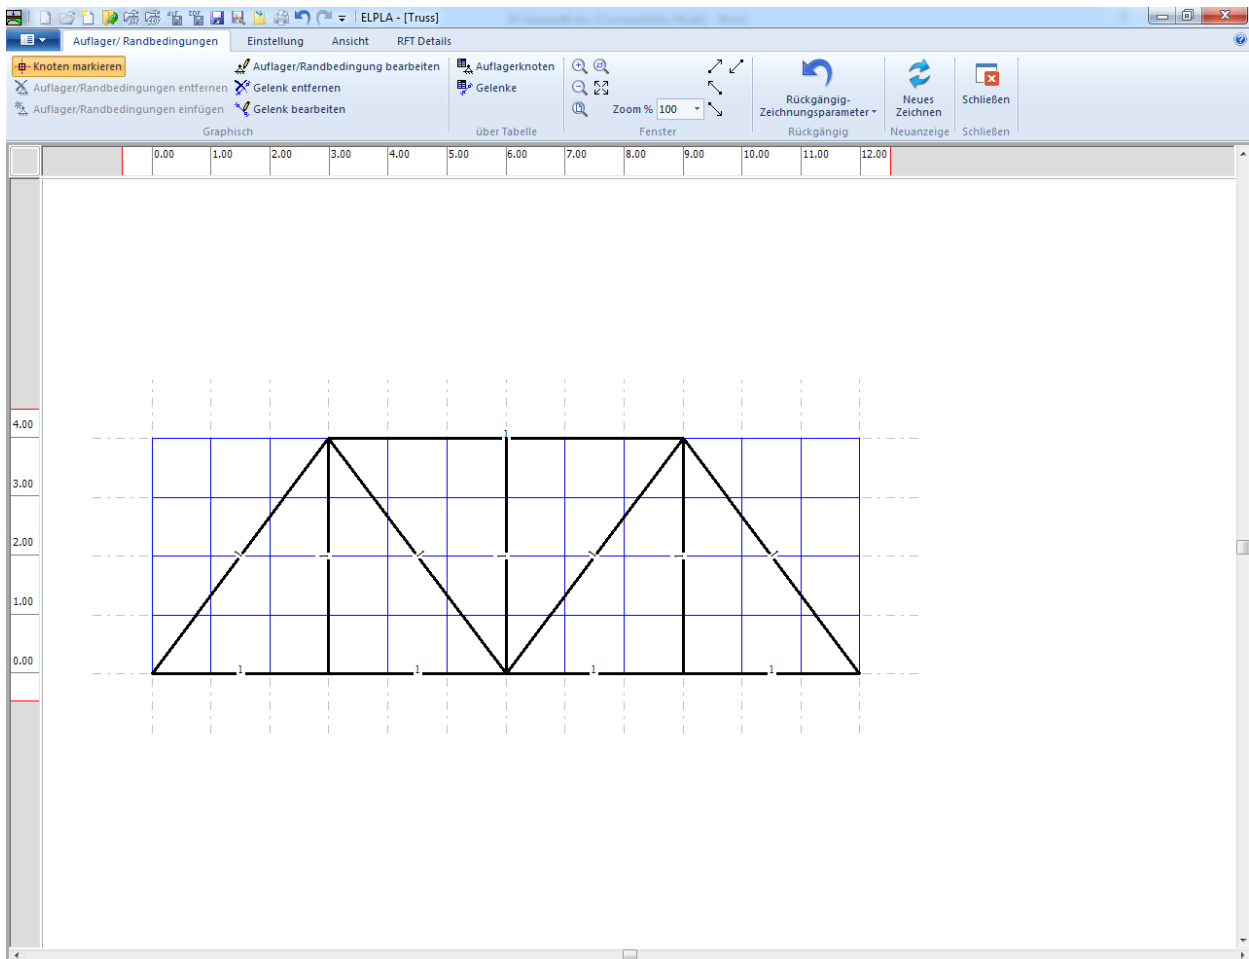

Bild 6.20 Stäbe im Fenster "Auflager/ Randbedingungen"
Nach dem Klicken von "OK" im Dialogfeld "Zeichnungsparameter" sollte der Bildschirm wie das folgende Bild 6.20 aussehen.
- Wählen Sie den Befehl "Knoten markieren" aus dem Menü "Graphisch" im Bild 6.20. Wenn der Befehl "Knoten markieren" gewählt wird, ändert sich der Cursor von einem Pfeil zu einem Kreuz
- Wählen Sie den Befehl "Gelenke bearbeiten" aus dem "Graphisch"-Menü im Bild 6.20. Wenn der Befehl "Gelenke bearbeiten" gewählt wird, ändert sich der Cursor von einem Pfeil zu einem Kreuz